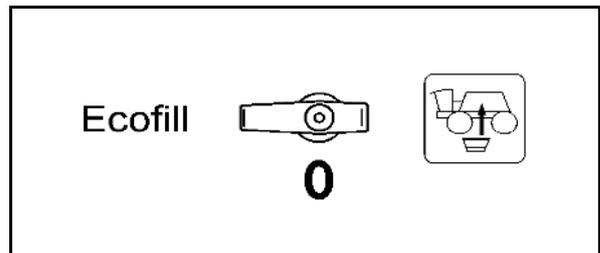

Fig. 73
- Das Zusatz-Rührwerk ist am Einstellhahn (Fig. 73/1) einzustellen.
Ausgeschaltet ist das Zusatz-Rührwerk in Einstellhahn-Position 0. Die größte Rührleistung ergibt sich in Position (Fig. 73/2).
Sicherung für Ablassfunktion des Druckfilters (Fig. 73/3).